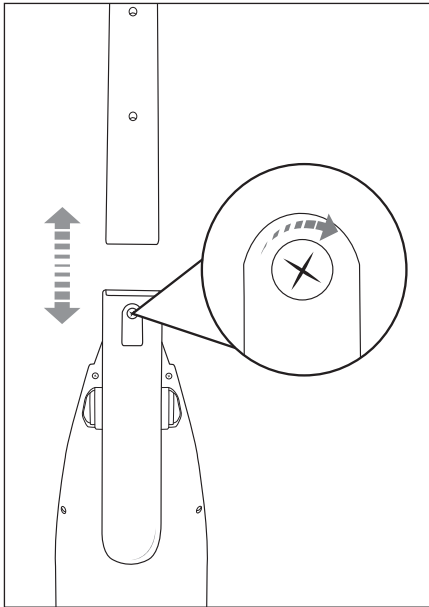

Fig. 2
- 2) Insérez le manche **11** sur le support du manche sur l'appareil. Glissez le manche **11** entièrement sur le support du manche, jusqu'à ce qu'il soit bien fixé sur l'appareil. (fig. 2).